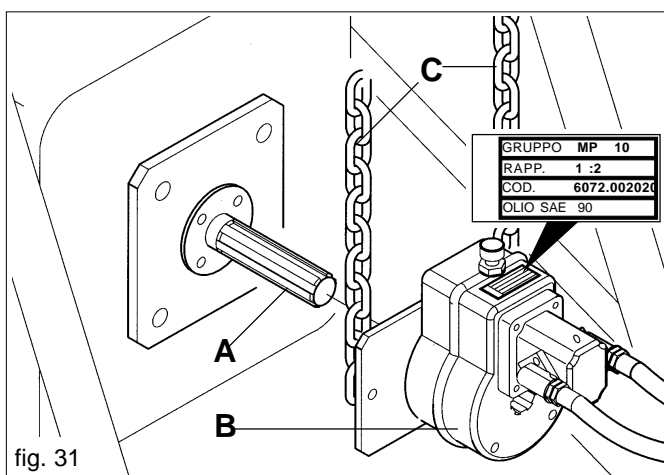

fig. 31
Con el motor apagado y el tractor bloqueado, conecte correctamente todas las conexiones rápidas. Limpie y engrase la toma de fuerza del tractor (A Fig. 31). Conecte el multiplicador (B Fig. 31) en la toma de fuerza del equipo, como muestra la Figura 31. Controle el correcto acoplamiento, bloquee la rotación del multiplicador con las cadenas suministradas de serie (C). **Controle el nivel de aceite en el multiplicador y, si fuera necesario, añada aceite (ESSO SAE W80-90).** Ponga en marcha el tractor y accione la instalación al ralentí por algunos minutos, haciendo que la presión sea constante en todo el circuito, para evitar la inestabilidad del soplador. Haga que el soplador llegue al número de revoluciones que corresponde a la condición de trabajo (Tabla 6).